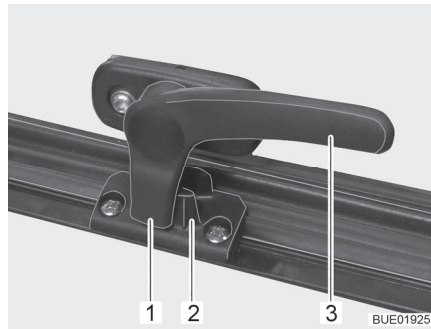

Fig. 10 Palanca de bloqueo en la posición "cerrada"
- Girar la palanca de bloqueo (Fig. 10,3) un cuarto de vuelta hacia la mitad de la ventana.
- Girar la palanca de bloqueo (Fig. 10,3) un cuarto de vuelta hacia el marco de la ventana. El saliente de bloqueo (Fig. 10,1) se encuentra en la cara interior del bloqueo de la ventana (Fig. 10,2).
- En la posición "cerrada fijamente" (Fig. 10).